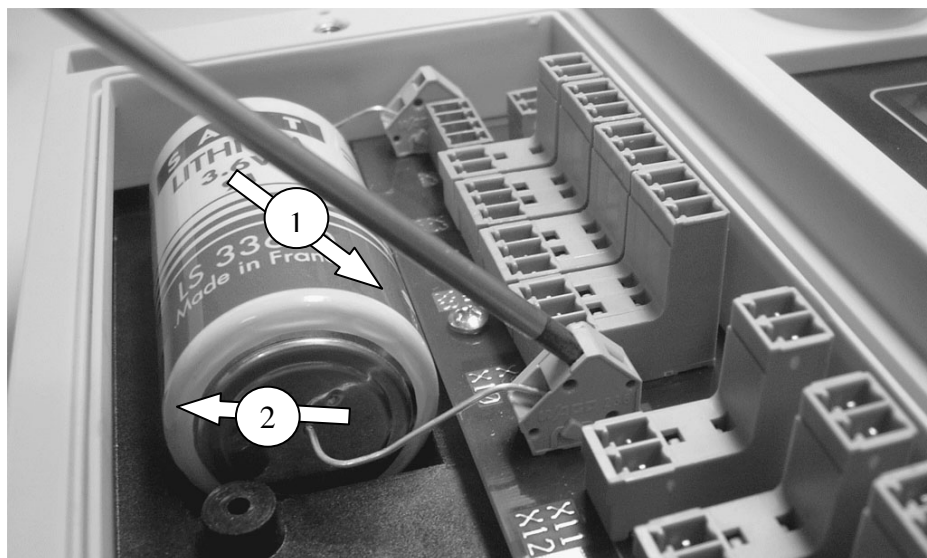

Рисунок 10.2 – Операции при смене батареи. 1 – вставить отвертку в паз и ослабить крепление зажима вывода батареи; 2 – вынуть вывод батареи.
- с помощью тонкой отвертки ослабить крепления зажима выводов батареи и вынуть батарею (см. рисунок 10.2);